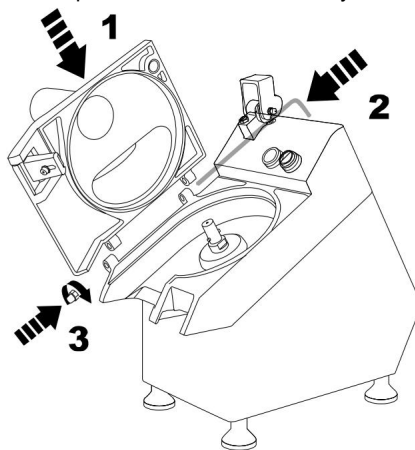

Fig.3
4.6.4 Nettoyez l'appareil, en particulier l'ensemble du disque. Utilisez uniquement un chiffon humide. un chiffon ou une éponge dans de l'eau tiède. Retirez soigneusement tous les restes de nourriture. Ouvrez le couvercle et desserrez la goupille 1 comme indiqué sur la fig. 3. Retirez le couvercle et laver à l'eau courante tiède. Nettoyer les surfaces avec de l'eau savonneuse, de l'alcool, des détergents non abrasifs ou avec de l'eau sans chlore ou substances à base de soude (eau chlorée, acide chlorhydrique). Ne jamais utiliser